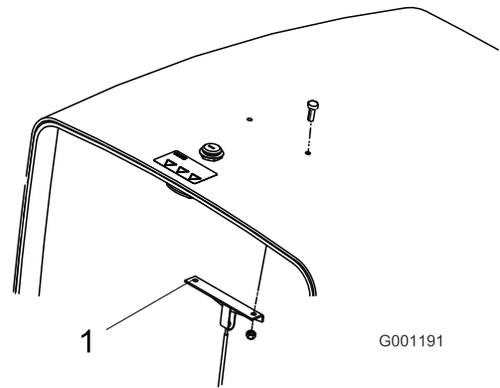

図 4
1. フード・ケーブル・ブラケットをフードの裏側に固定しているネジ 2 本とナットを外して捨てる (図 4)。